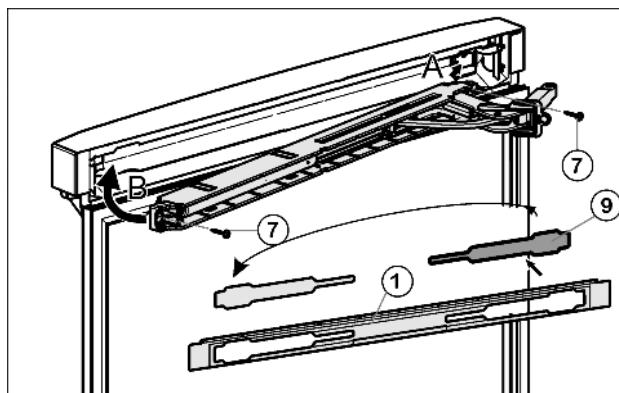

Fig. 17
- Abdeckung Fig. 17 (9) aus der Blende Fig. 17 (1) lösen und auf der anderen Seite wieder einsetzen.
- Obere Schließdämpfereinheit mit dem Gelenk an der Scharnierseite einhaken (A) und einschwenken (B).
- Schließdämpfereinheit festschrauben (2 mal Torx® 15) Fig. 17 (7).